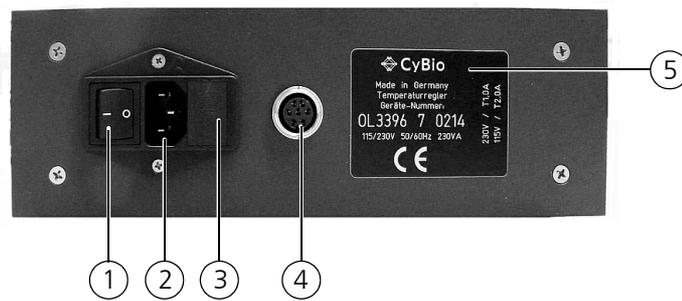

Abb. 86: Steuerung, Rückseite
3. Kombi-Element (→ *Abb. 86*) aus der Fassung ziehen